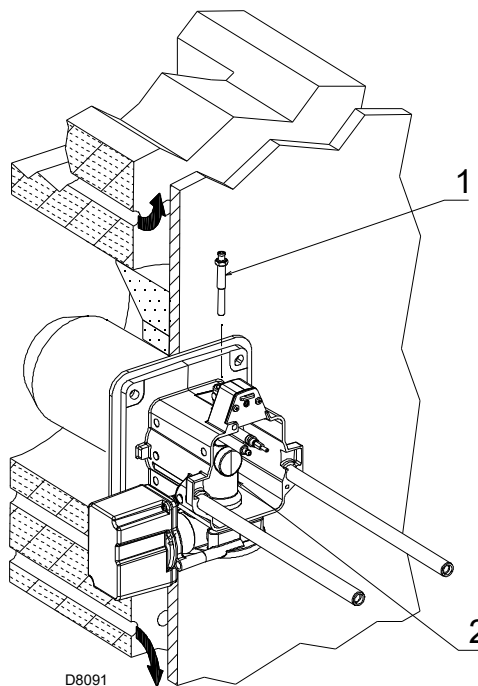

Fig. 15
- togliere la vite 1)(Fig. 15)
- estrarre la parte interna 2)(Fig. 15) della testa e provvedere alla loro taratura.
A questo punto dell'installazione la testa di combustione è fissata alla caldaia come in Fig. 15.